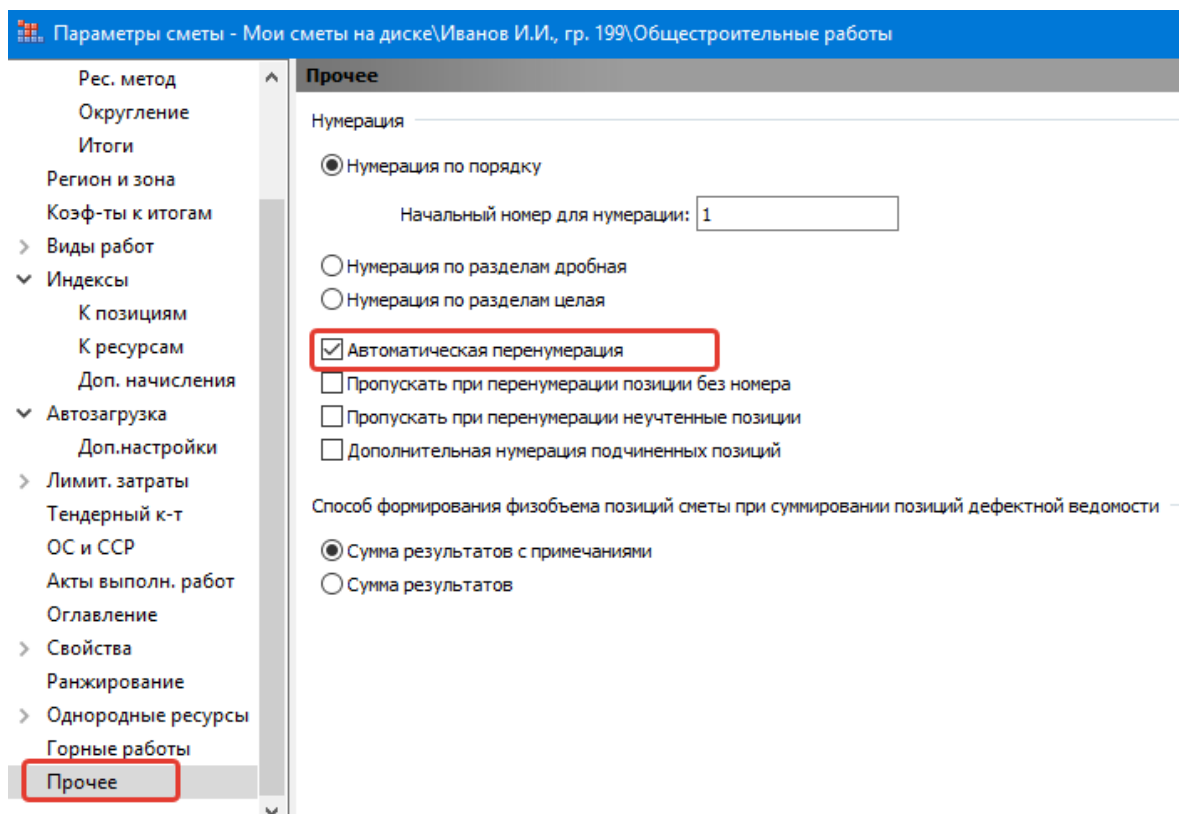

Рисунок 6.1. Автоматическая перенумерация (через параметры сметы)
- Во вкладке **Документ** нажмите кнопку **Параметры** или на клавиатуре – кнопку **F6** (рис. 6.1).